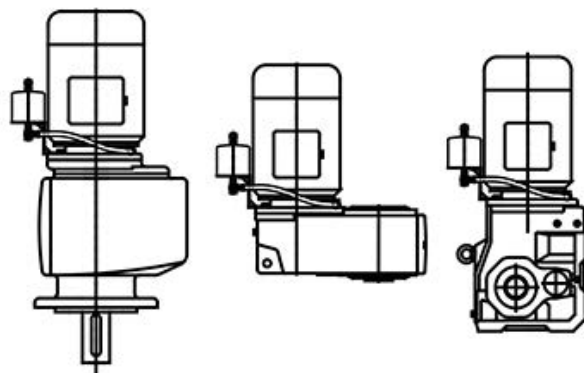

Рисунок 18: Положение компенсационного масляного бачка
Компенсационный масляный бачок устанавливается вертикально, чтобы патрубок для подключения шланга находился внизу, а пробка выпуска воздуха вверху. Бачок следует установить как можно выше, насколько позволяет длина шланга. Возможные варианты расположения компенсационного масляного бачка см. Рисунок 18. Следует обратить внимание на то, что в монтажном положении M4 при положении клеммной коробки 2 нельзя установить компенсационный масляный бачок.
2. Установить компенсационный масляный бачок, см. Рисунок 18. При этом он должен быть выровнен параллельно с валом двигателя.